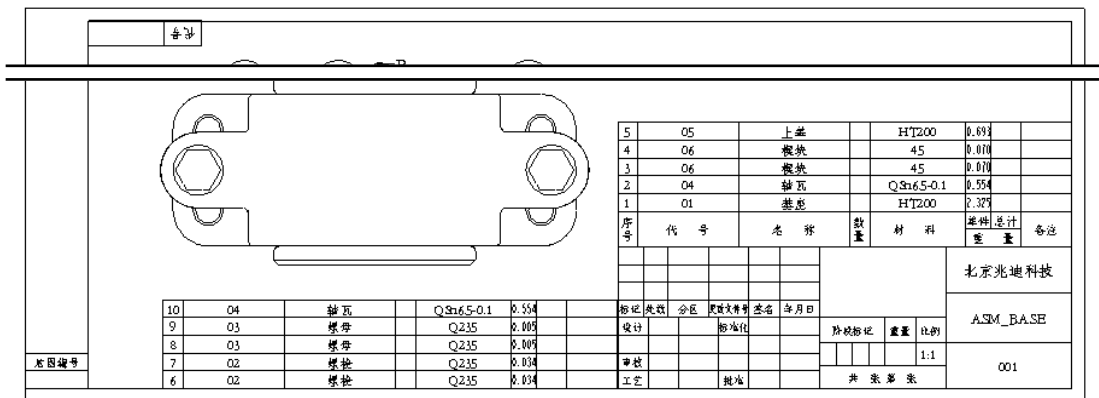

图 8.6.3 增加新表段
Step5. 系统提示 定位表的范围。这里新表段中有五行的高度，因此新选取点与原点之间应留有大于五行表格高度的距离，选取图 8.6.2 所示的点来定位表的范围，如图 8.6.3 所示。然后单击 **Done (完成)** 按钮。